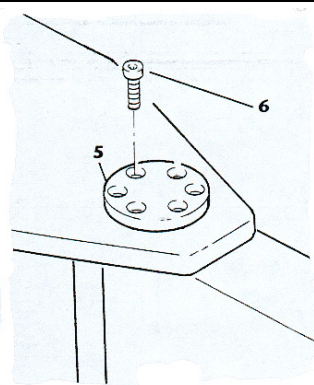

Fig.45
4. Serrer avec le couple de serrage indiqué dans le tableau dans les trous à 120 degrés (fig. 45).